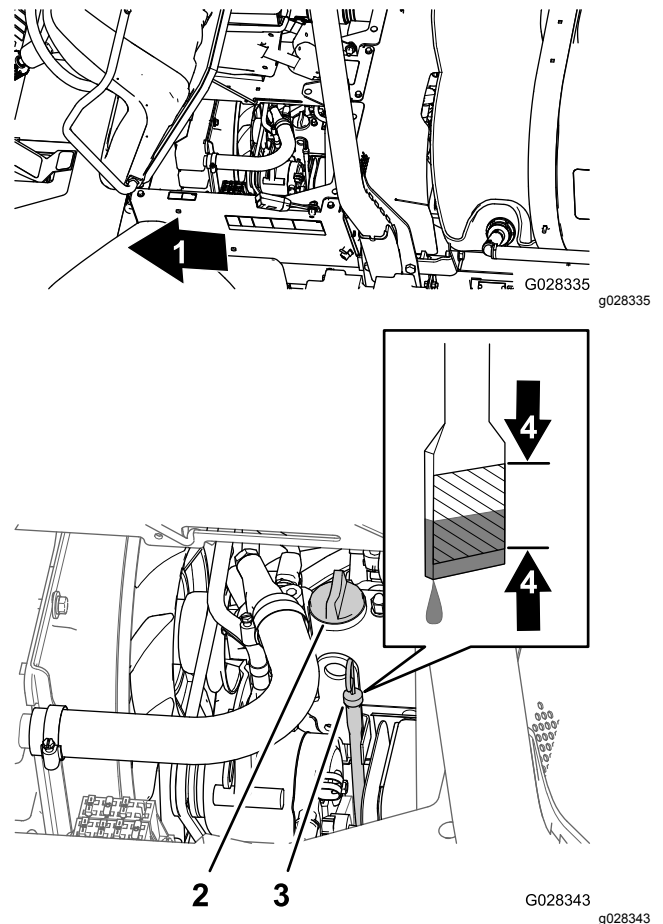

Figura 68
2. Retire la varilla, ubicada debajo del asiento del pasajero, y límpiela con un paño limpio (Figura 68).
3. Si el nivel de aceite es bajo, retire el tapón de llenado de la tapa de válvulas (Figura 68) y vierta aceite por el cuello de llenado hasta que el aceite llegue a la marca Lleno de la varilla.
4. Coloque el tapón de llenado de aceite (Figura 68).
5. Coloque la varilla firmemente (Figura 68).